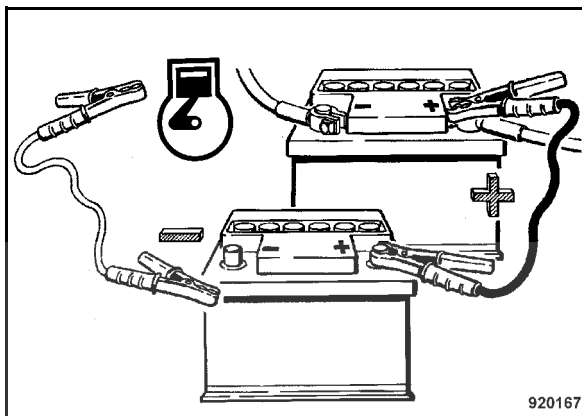

fig. 40
- Brancher ensuite un côté du câble de masse à la borne moins de la batterie auxiliaire puis l'autre côté du câble à un point de masse au moteur ou la carrosserie aussi éloigné que possible de la batterie (fig. 40).